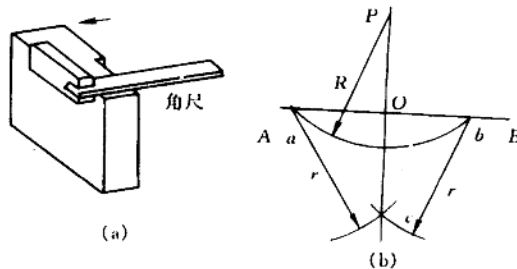

图 2-7 划垂直线
(2) 垂直线划法
①用直角尺划垂直线 如图 2-7 (a) 所示, 在要求划与某一平面垂直的加工线时, 通常用靠边角尺靠紧该平面划出垂直线。
②用作图法划垂直线 如图 2-7 (b) 所示, 以被作垂线上某一已知点 P 为圆心, 以适当 R 为半径划弧, 与已知直线 AB 相交 a 、 b 两点; 分别以 a 、 b 为圆心, 以 r 为半径划弧, 两弧相交于 c ; 连接 P 、 c 与 AB 相交于 O 点, PO 即为所作垂线。